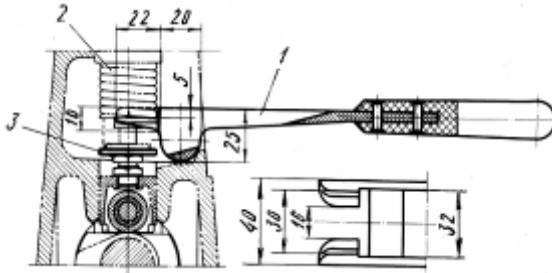
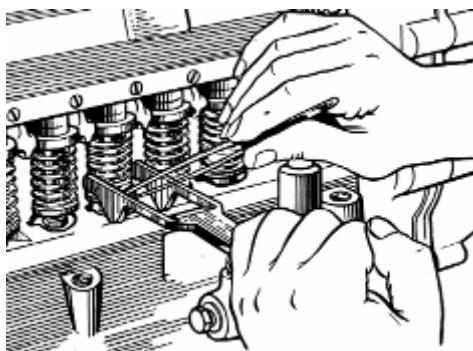

Рис. 91. Рычаг для снятия тарелки толкателя:
Рис. 92. Снятие тарелки толкателя
- 2 При помощи, специального рычага (рис. 91) сжать пружину толкателя и извлечь нижнюю тарелку толкателя (рис. 92).